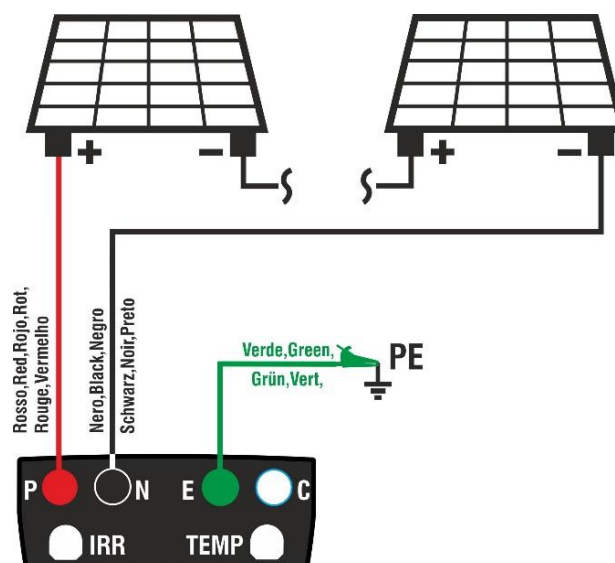

Fig. 9: Connexion de l'instrument pour la mesure de l'isolement en mode GFL
- Connectez l'instrument à la chaîne PV à l'essai comme indiqué dans la Fig. 9. Il est rappelé qu'il est également nécessaire de sectionner les éventuels déchargeurs connectés aux câbles de la chaîne et qu'il est conseillé d'effectuer la mesure en amont des éventuelles diodes de blocage.